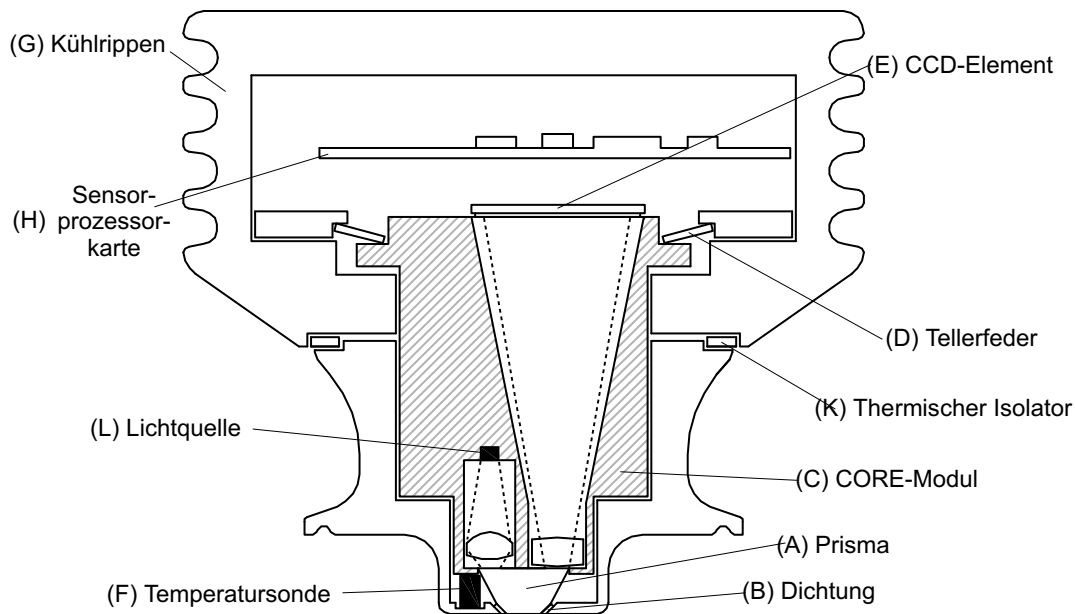

Abbildung 2.1 PR-23 Aufbau des Sensors
Abbildung 2.1 unten zeigt das schematische Schnittbild eines PR-23-Sensors. Das Messprisma (A) ist bündig in die Oberfläche der Sensorspitze eingebaut. Das Prisma (A) und alle anderen optischen Komponenten sind im CORE-Modul (C) montiert. Das CORE-Modul wird mit Tellerfedern (D) gegen die Prismadichtung (B) gepresst. Die Lichtquelle (L) besteht aus einer gelben Leuchtdiode (LED) und der Empfänger ist ein CCD-Element (E). Die Elektronik ist gegen Prozesswärme durch einen thermischen Isolator (K) und Kühlrippen (G) geschützt. Die Prozessorkarte (H) des Sensors erhält die Rohdaten vom CCD-Element (E) und dem Pt-1000 Prozessfühler (F) und berechnet daraus den Brechungsindex n_D und die Prozesstemperatur T . Diese Informationen werden dann an den Messumformer übertragen.